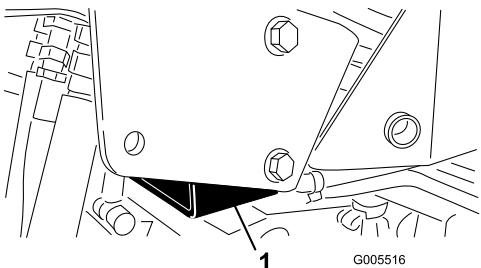

Figura 35
- A destra: sotto il tampone di sollevamento e vicino alla staffa di supporto del ROPS (Figura 35)